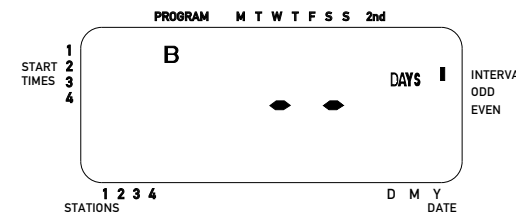

Figura 7: pantalla LCD que muestra el intervalo de riego
- Gire la perilla rotativa hasta la posición **WATERING INTERVAL (INTERVALO DE RIEGO)**. El cursor parpadeará a la izquierda de la palabra Intervalo. [Ver la Figura 7]